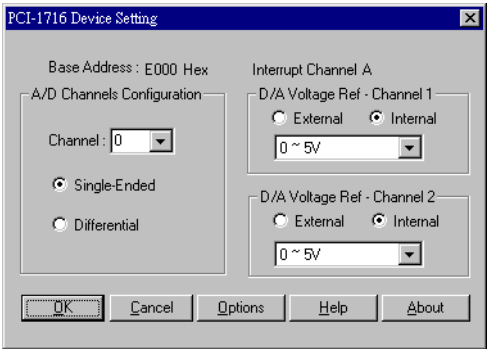

图 2.4: “Device Setting”对话框
2. 用户可在 Installed Devices 列表框中看到已安装的设备。如果没有安装设备，这列表为空，如下图（图 2.4）所示。